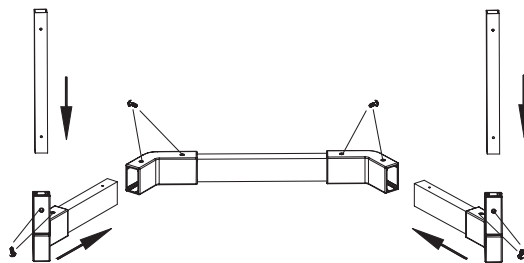

Рис.1
- Соберите подставку вентилятора, как показано на рисунке. Закрепите ее с помощью винтов М3 х 6 мм (см. рис.1).